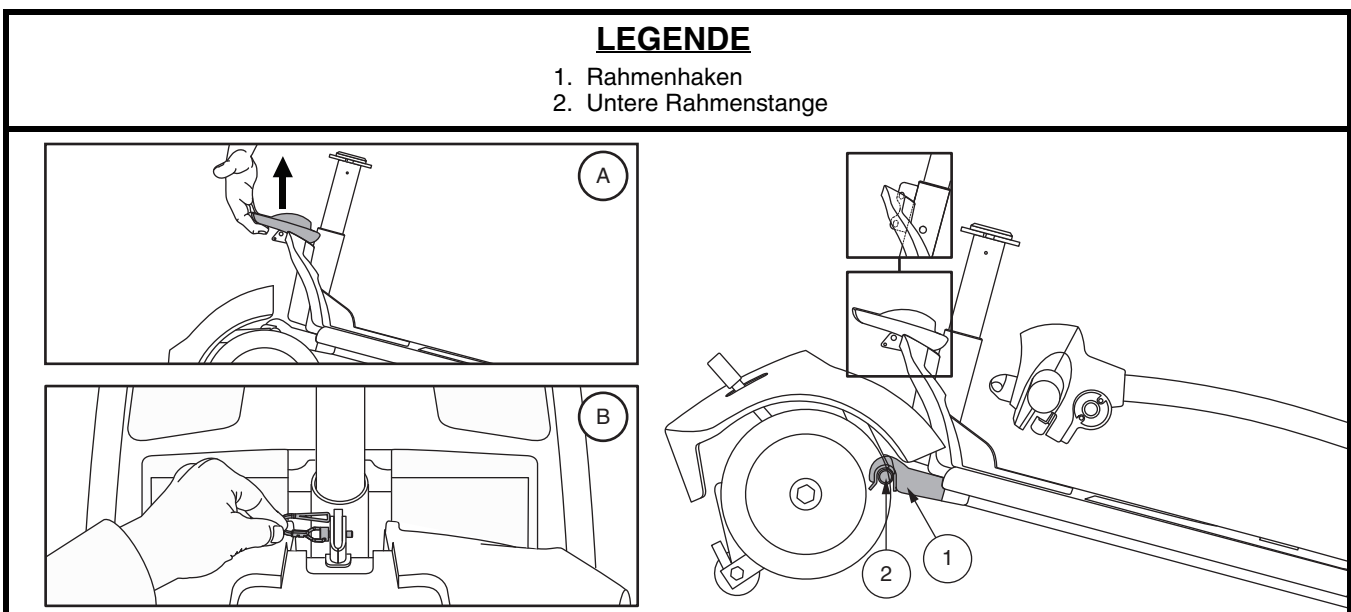

Abb. 26. Rahmenverriegelungshebel (Stil A) and Rahmenverschluss (Stil B)
4. Trennen Sie vorsichtig die beiden Teile. **Siehe Abb. 26.**
HINWEIS: Kippen Sie den hinteren Teil des Elektromobils vor dem Zusammenbau etwas nach hinten auf die Stützräder, wie in Abb. 26 gezeigt.
1. Benutzen Vorderteils den Rahmenverriegelungshebel (oder das Hinterteil an der Sitzstütze anheben für modelle 36, 83 und 84) Sie zum Anheben und richten Sie die Rahmenhaken des Vorderteils an der unteren Rahmenstange des Heckteils aus. **Siehe Abb. 26.**
2. Wenn sich die Rahmenhaken über der unteren Rahmenstange befinden, senken Sie das Vorderteil ab und drehen gleichzeitig das Heckteil. Bei den Modellen 40X, 44X, 40E, 44E, 40LX, 44LX, 50LX, 54LX, 53, 53HD, 54, 54HD, 73 und 74 greift dadurch automatisch die Rahmenverriegelung. Bei den Modellen 36, 83 und 84 müssen Sie zum Abschluss der Rahmenmontage außerdem den Rahmenverschlussstift wieder anbringen. **Siehe Abb. 26.**